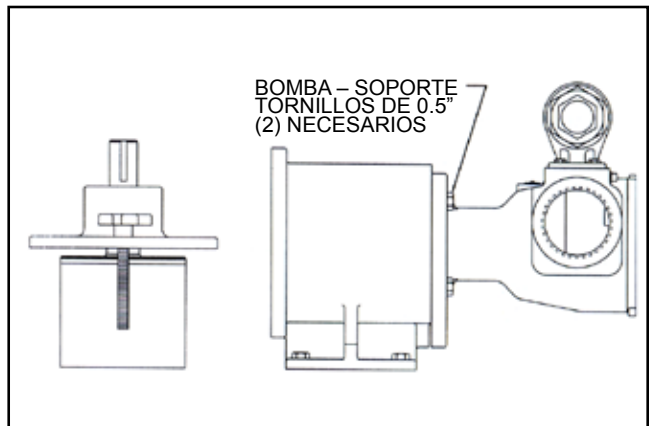

FIGURA 21
No ponga los dedos en la parte frontal de la brida de la bomba ni en la superficie del soporte. Separe el imán interior del exterior con mucha precaución. (Ver figura 21). Si no tira completamente de la bomba hacia afuera, se vuelve a meter un poquito y puede atrapar los dedos o la mano. Una vez retirado el imán interior del soporte, tenga cuidado al apoyarlo en el suelo ya que puede atraer cualquier objeto de acero.
3. Sujete la bomba con una cabria y retire los (4) tornillos de 0,5". Ver Figura 21. Tire de la bomba para separarla del soporte; se producirá alguna resistencia al tirar ya que el imán interior será atraído hacia el soporte del acoplamiento. Si es necesario desmontar el porta cojinete, Consulte la página 9. Dado que en la canastilla quedará algo de líquido, tenga en cuenta que al retirarla de la bomba puede salir el líquido.